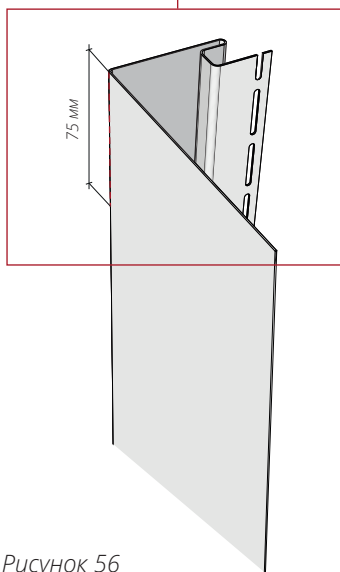
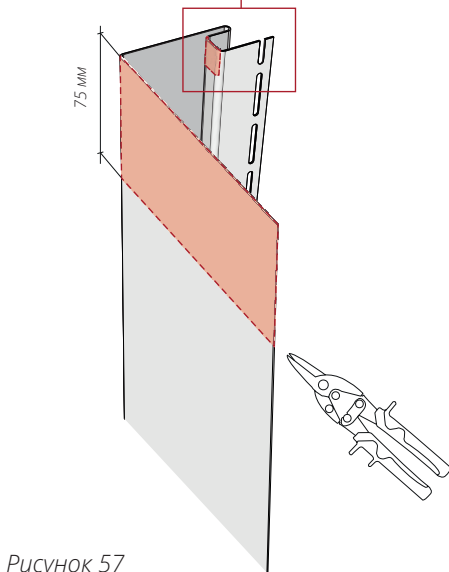

Рисунок 56
Рисунок 57
- 13.13** Сделайте разметку с последующим подрезом согласно рис. 56, рез должен проходить по центру загиба. Далее отмерьте и подрежьте широкую часть околооконной планки (рис. 57). Произведите вырез в пазовой части околооконной планки (рис. 57.1).